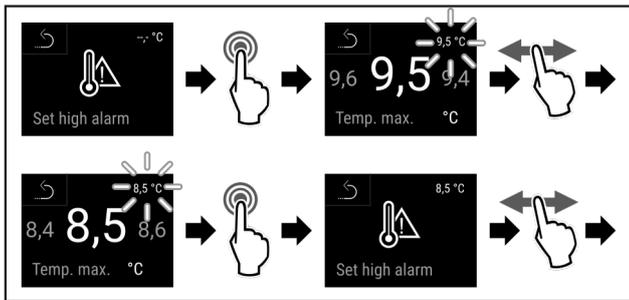

Fig. 141
- u Handlungsschritte (siehe Fig. 141) durchführen.